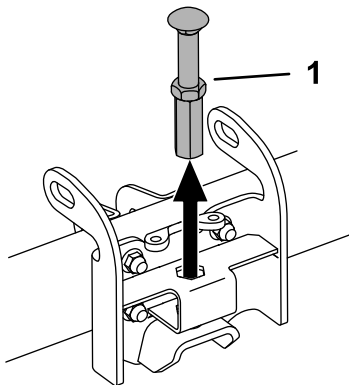

Figure 19
13. Montez la butée comme montré à la Figure 19, ou rangez-la en lieu sûr.